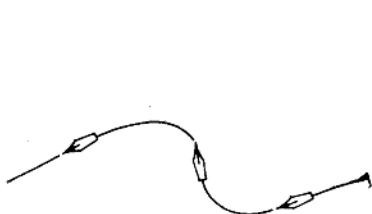
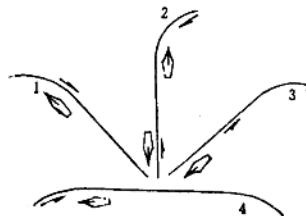

图 1-16 运笔
图 1-17 习惯运笔方向
**运笔** 绘线时应力求笔缝投影的方向和绘线的方向一致（如图1-16）。当所绘曲线的弯曲变化复杂时，应使笔缝投影方向与曲线的主要方向一致。运笔的方向除了应顾及曲线的弯曲方向与弯曲特点外，还应考虑绘线方向顺手。如图1-17所示：其中1、3两个方向用得较多。